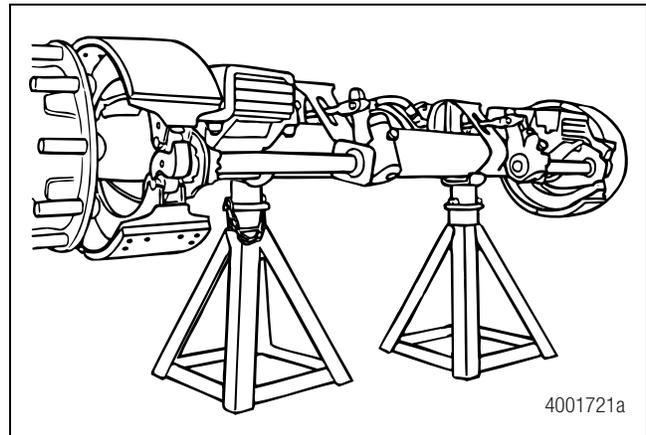

Figura 4.23
2. Use un gato para elevar el semirremolque hasta que los neumáticos de éste queden separados del suelo. Coloque soportes de seguridad debajo del bastidor o debajo de los ejes del semirremolque. Figura 4.23.